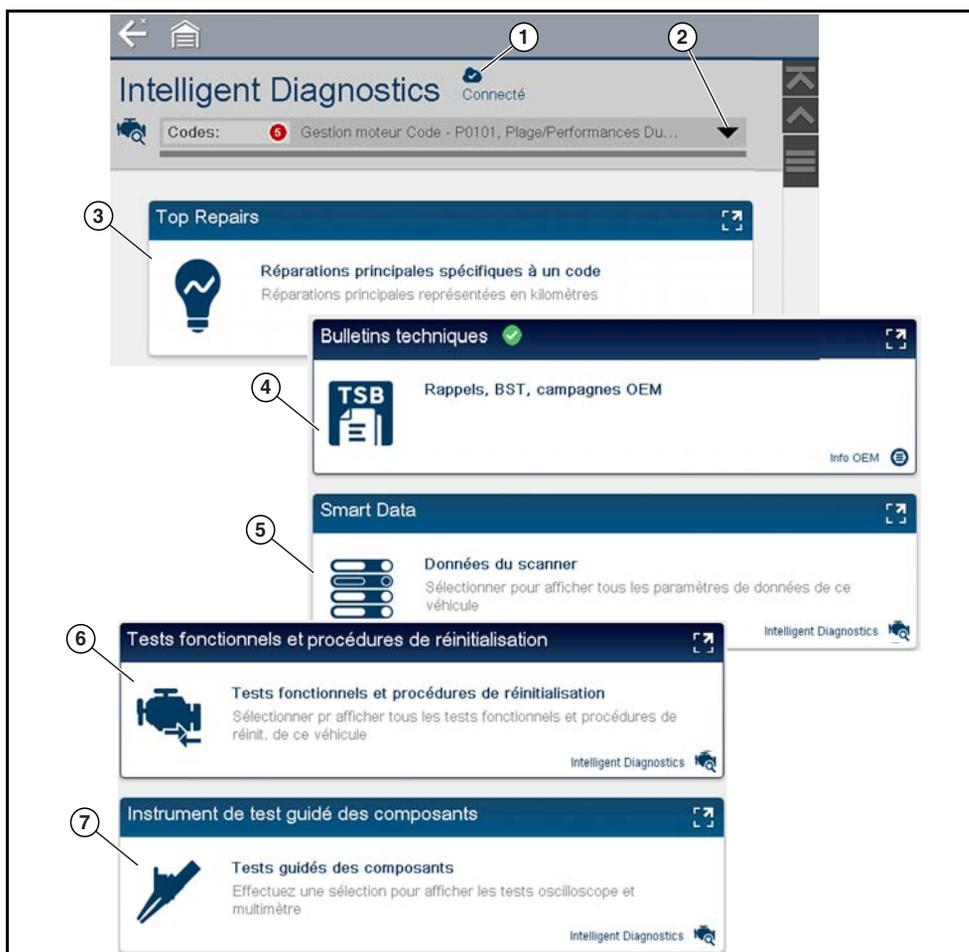

Figure 5-2
Les descriptions suivantes sont utilisées avec la Figure 5-2.
1. **Témoin d'état de connexion du Wi-Fi** : un témoin de connexion du Wi-Fi (icône en forme de nuage) est affiché en haut de l'écran (Figure 5-2). Cette icône est également utilisée pour indiquer l'expiration d'un service : elle passe au rouge et s'accompagne du mot « Expiré » dans le cas où votre accès a expiré.